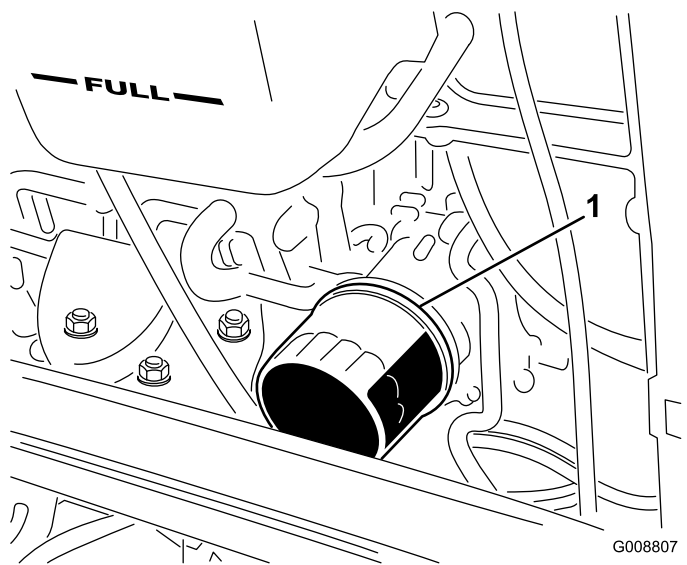

Рисунок 92
4. Снимите масляный фильтр (Рисунок 92).